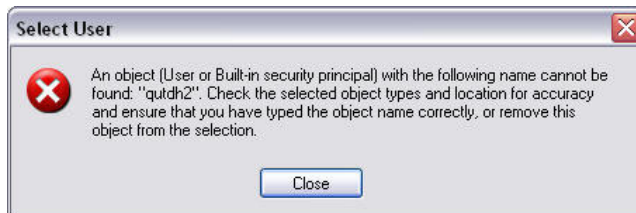

FIG. 61
- j. Si el ordenador no puede encontrar su nombre de usuario, aparecerá el mensaje de error que se representa en la FIG. 61. Compruebe los tipos y la ubicación de los objetos seleccionados para verificar si son correctos e intente introduciendo su nombre de usuario nuevamente. Si sigue recibiendo el mensaje de error, comuníquese con el encargado especialista en tecnologías de la información para que le brinde asistencia.